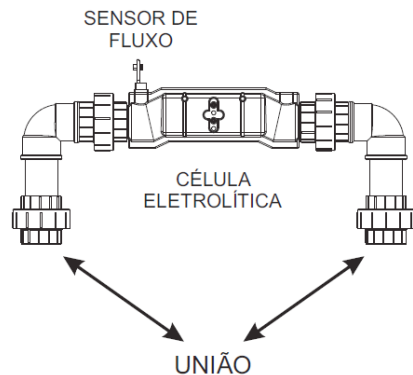

Figura 6
3. Instale uniões tanto na entrada como na saída da cuba da célula eletrolítica a fim de facilitar sua remoção em caso de manutenção, conforme **figura 6**.